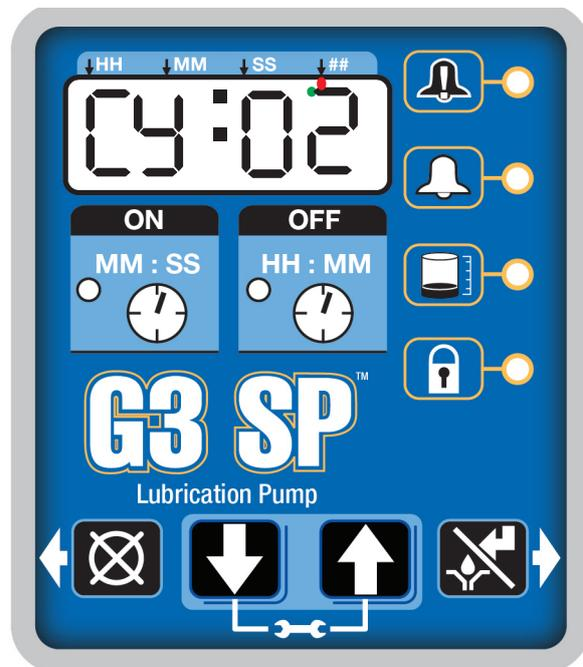

FIG. 30
- Cuando el recuento de tiempo de apagado llega a cero, la bomba de lubricación automática G3 acciona la bomba y funciona durante el ciclo de tiempo de encendido programado (FIG. 30).
- Número configurado de recuentos de disparo en un sistema basado en ciclos (CY). Normalmente, un interruptor de proximidad conectado a una válvula divisora.
- La pantalla indica el sensor (CY) y los ciclos restantes para dicho sensor (FIG. 30).
El ejemplo indicado en la FIG. 30 muestra el sensor CY con 2 ciclos restantes.